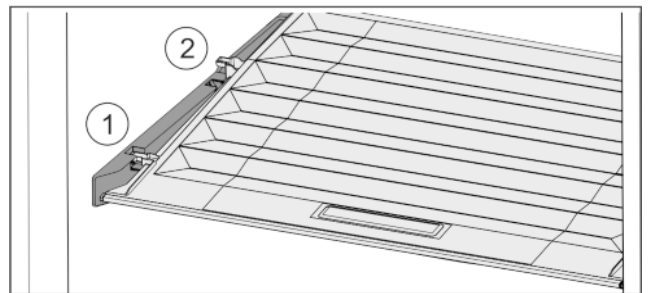

Fig. 29
- Tirare in avanti il coperchio fino all'apertura nei fermi Fig. 29 (1).
- Sollevare posteriormente dal basso e togliere verso l'alto Fig. 29 (2).